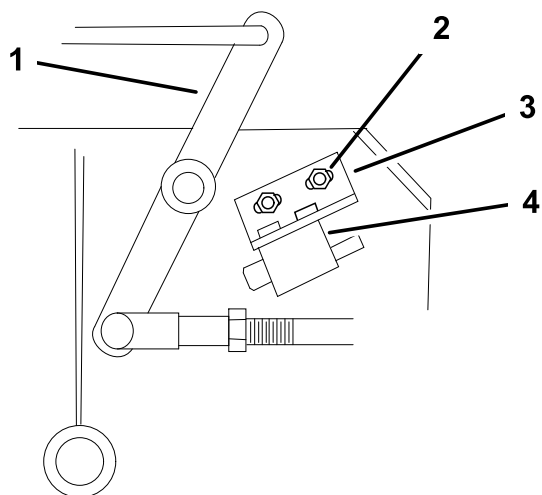

Figure 59
4. Au besoin, réglez le contacteur de sécurité des lames en desserrant les boulons de fixation du support du contacteur (Figure 59).
**Remarque:** Le levier coudé **ne doit pas** toucher le corps du contacteur, car celui-ci pourrait être endommagé (Figure 59). Serrez le support du contacteur.